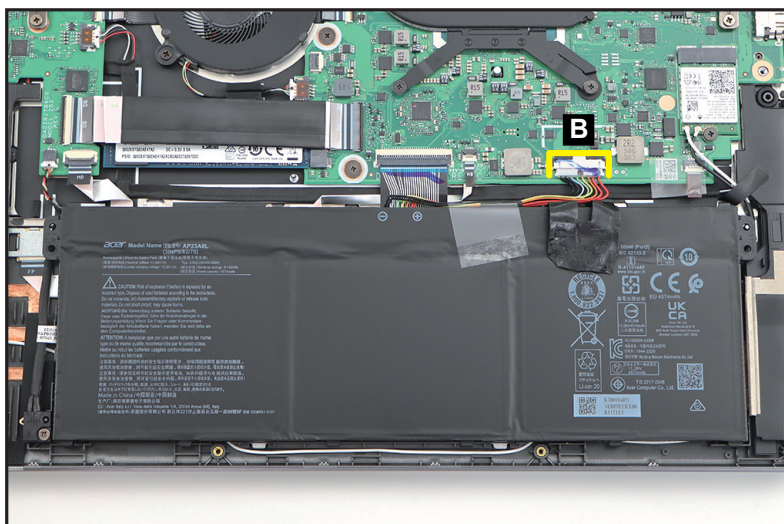

Figure 1-7. Retrait du batterie
2. Débranchez le câble de la batterie du connecteur de la carte mère (B) (Figure 1-7).